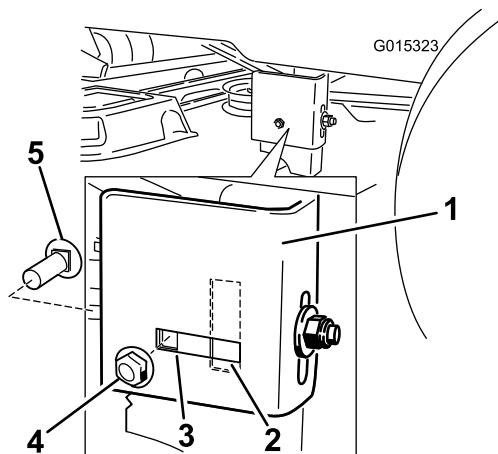

Figure 50
- Passez au côté gauche de la machine. Vérifiez si le boulon de carrosserie latéral se trouve dans l'emplacement fixe ou allongé (Figure 50).